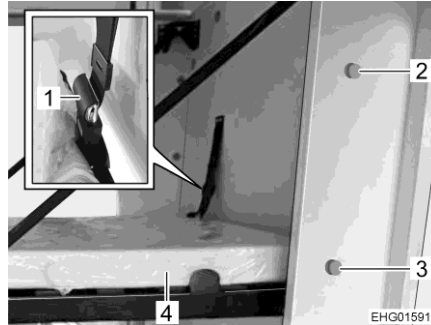

Fig. 92 Lit pliant
- Tirer sur le bouton de déverrouillage supérieur (Fig. 92,2) et rabattre avec précaution le lit pliant (Fig. 92,4) jusqu'à ce qu'il s'enclenche dans le verrouillage inférieur en position horizontale.
- Fermer la sangle de sécurité (Fig. 92,1) entre la paroi latérale et le lit pliant.
- Tirer sur le bouton de déverrouillage inférieur (Fig. 92,3) et rabattre avec précaution le lit vers le haut. Veiller à ce qu'aucun membre ne soit coincé. Le lit doit s'enclencher en position verticale dans le verrouillage supérieur.